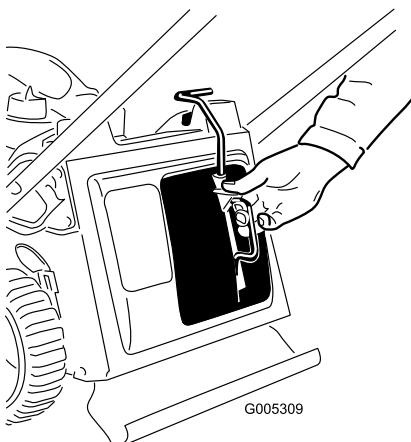
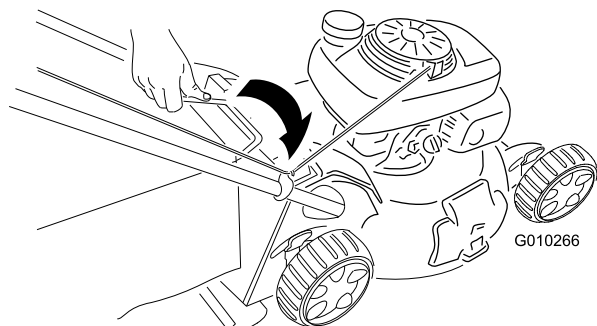

Figura 20
Figura 21
1. Installate il coperchio di scarico (Figura 20) o il cesto di raccolta (Figura 21) sul tosaerba.